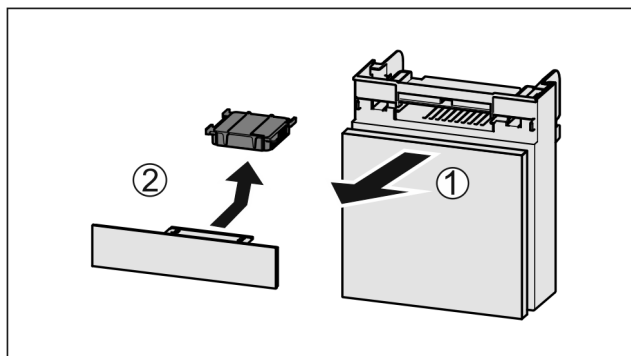

Fig. 128
- Издърпайте Fig. 128 (1) напред от отделението.
- Извадете Fig. 128 (2) филтъра с активен въглен.